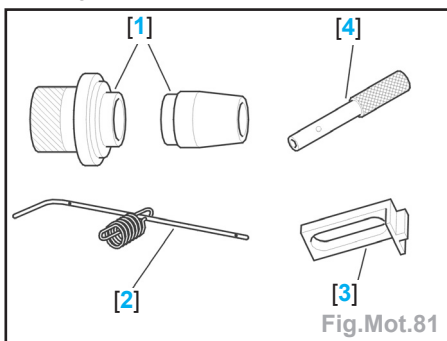

Fig.Mot.81
- Outils nécessaires (Fig.Mot.81) :